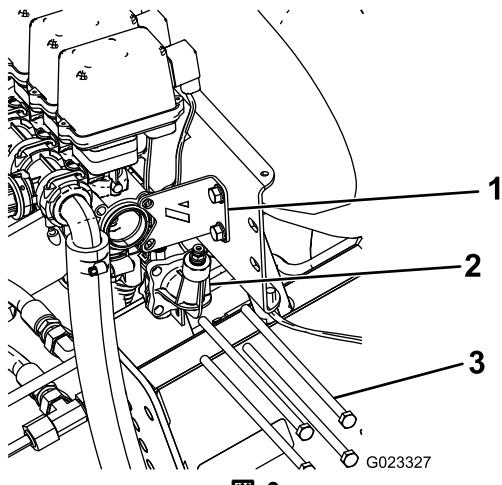

図3
2. スタビライジング・ブラケットをバルブ・アセンブリに固定しているボルトとナット(2組)を外して保管する(図3)。